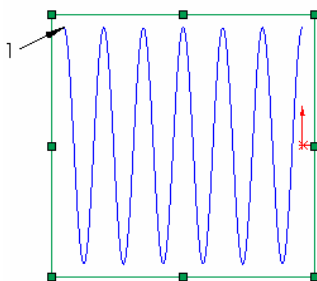

图 4-67 设置的基准面
⑤ 设置基准面。单击左侧的“FeatureManager 设计树”中“右视基准面”, 然后单击“标准视图”工具栏中的“正视图”图标, 将该基准面作为绘制图形的基准面, 结果如图 4-67 所示。